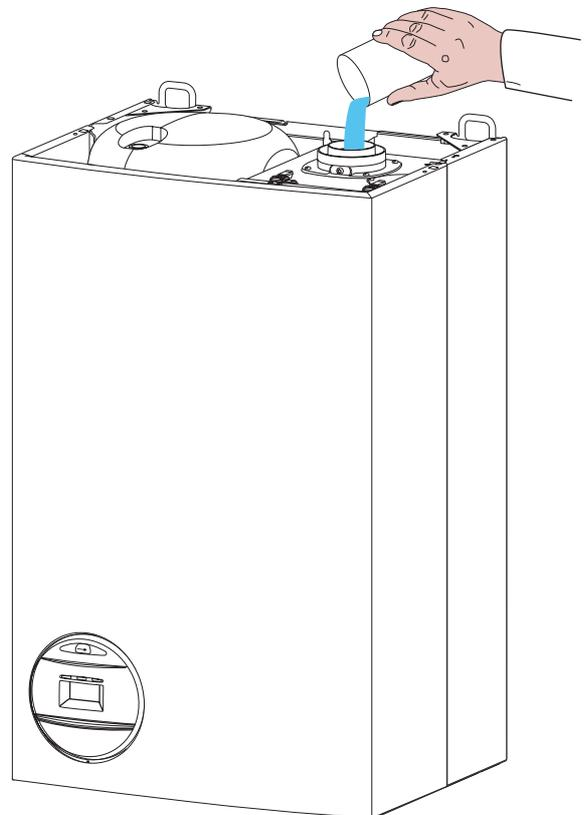

Fig.9
**⚠ Avant la première mise en route de l'appareil, il est impératif de remplir le siphon avec de l'eau, pour cela, mettre environ 1/4 de litre d'eau par l'orifice d'évacuation des gaz brûlés avant de monter le dispositif d'évacuation (Fig.9).**